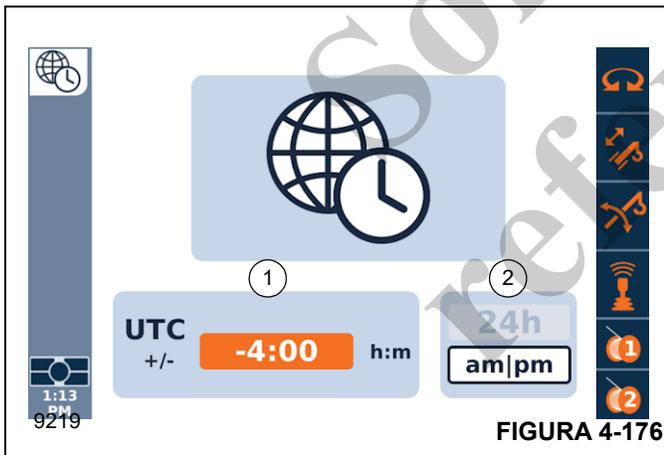

FIGURA 4-176
La pantalla de la función de ajuste de la hora (Figura 4-176) permite al operador ajustar la hora y el formato de la hora que se muestra en las pantallas ODM y RDM.
1. Use el cuadrante selector o los botones de flecha en el panel de control de navegación para seleccionar el campo de compensación de UTC (1, Figura 4-176).
5. Use el cuadrante selector o los botones de flecha para seleccionar el campo de formato de la hora (2, Figura 4-176).